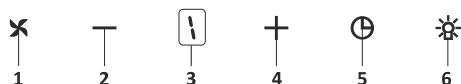

Fig. 14: Botón digital de 5 vel.
1. ➤ Pulse este botón para encender el producto.Fig. 14
2. ➤ Pulse este botón para disminuir la velocidad del motor.Fig. 14
3. ➤ Pantalla digital Puede seguir la velocidad a la que el producto está trabajando actualmente en esta pantalla.Fig. 14
4. ➤ Pulse este botón para aumentar la velocidad del motor.Fig. 14
5. ➤ Cuando se presiona el botón del temporizador, se activará una función de temporizador de 15 minutos, la pantalla emitirá una señal una vez que se inicie el temporizador y el motor se detendrá automáticamente después de 15 minutos.Fig. 14
6. ➤ Pulse este botón para encender y apagar la lámpara.Fig. 14